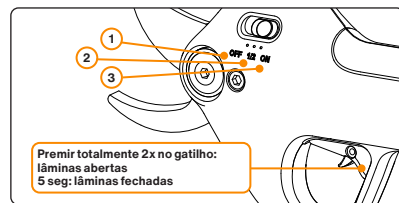

Figura 4: Diferentes fases do interruptor de alimentação e da abertura da lâmina.
- Após premir o gatilho, a posição de retorno é definida pela colocação do interruptor. Veja a figura 4.